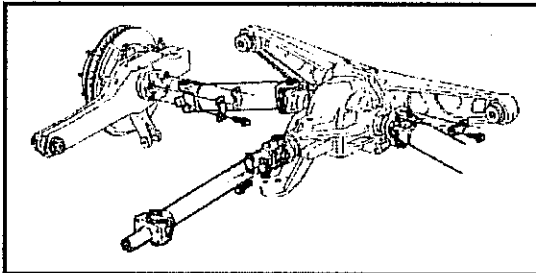

Abb. 8-7 Gelenkwellen an der Hinterachse
- Das Zapfenkreuz am Differentialflansch von der Gelenkgabel trennen. Siehe Abb. 8-7.
- Die Gelenkwellen von den Gelenkgabeln der Antriebswellen entfernen. Siehe Abb. 8-7